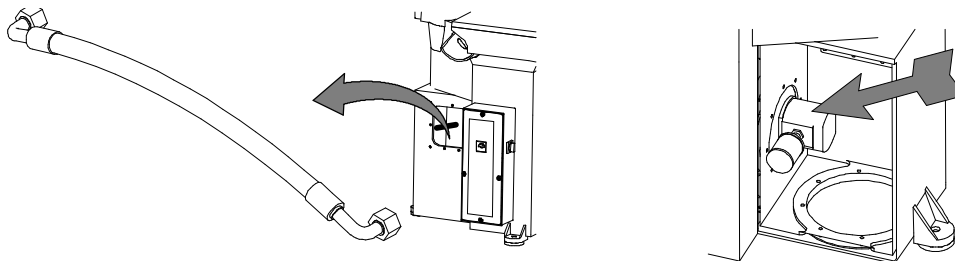

Fig. 27
a) Vérifier qu'il n'y ait pas de pertes d'huile en pression du tuyau de refoulement (code 02003636, tav. 5-6-7) et des relatifs joints métalliques tandis que la machine essaie de découper (gauche Fig. 27).
b) Vérifier en outre qu'il n'y ait pas de pertes d'huile en pression du corps pompe (pour S/SE108: code 02001196 (50Hz) - code 02001162 (60Hz); pour S/SE120C: code 02003899 (50 Hz) - code 02003898 (60 Hz); pour S/SE120/122/124C/124/125C/125/125L: code 02003900 (50 Hz) - code 02003899 (60 Hz), tav. 5-6-7) (Fig. 27).